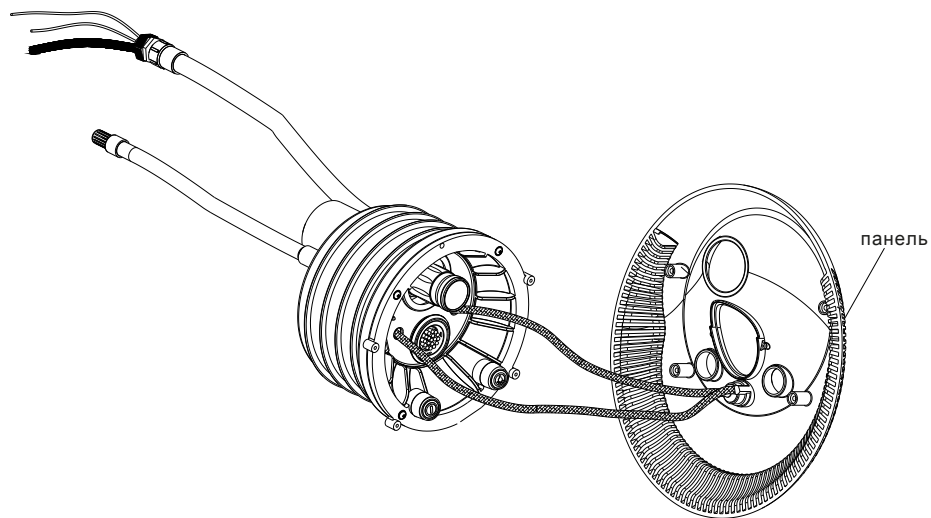

Рисунок 11
3) Присоедините шланги, выходящие из корпуса, к крану регулировки воздуха. (Рисунок 11); (Примечание: не переворачивать)